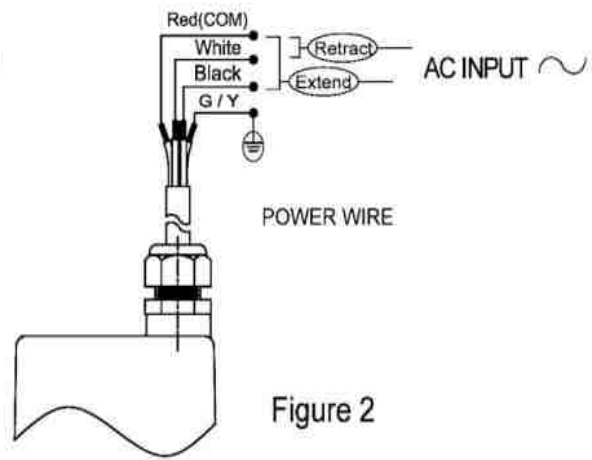

Figure 2
- Untersetzung 40:1 (Figure 2)